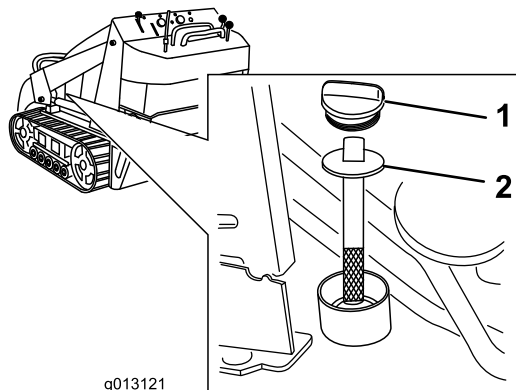

Figure 63
5. Nettoyez la surface autour du goulot de remplissage du réservoir hydraulique (Figure 63).
6. Enlevez le bouchon du goulot de remplissage et vérifiez le niveau de liquide sur la jauge (Figure 63).